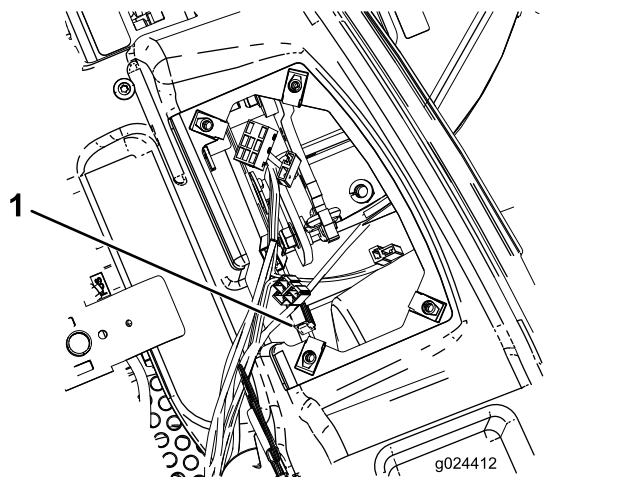

Figure 56
3. Tirez le fusible du moteur bien droit hors du porte-fusibles (Figure 56).